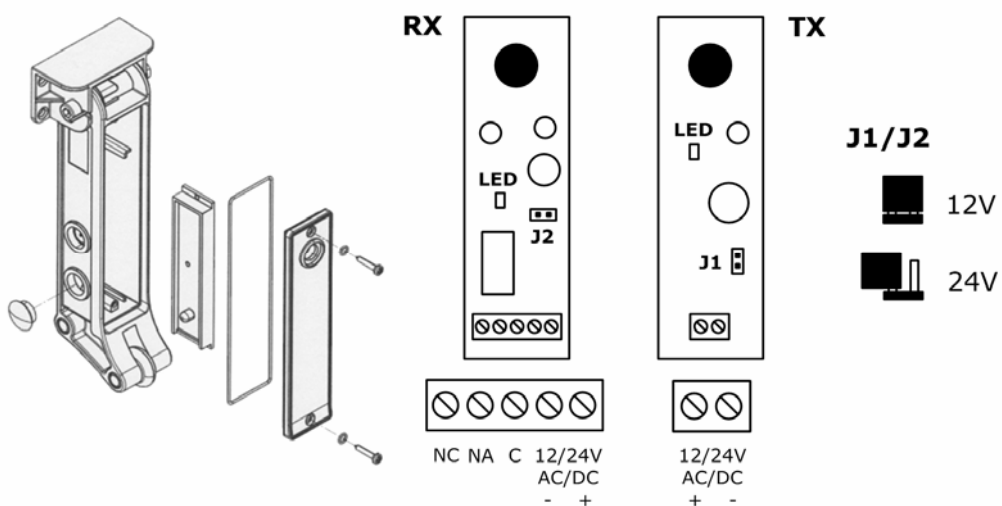

Рисунок 5 – Подключение NO TOUCH 1
- Выполните электрические подключения (Рисунок 5 – 7).
Для электрического подключения NO TOUCH 1 из корпуса аккуратно вынимается электронный модуль передатчика и приемника (Рисунок 5). После подключения выполняется герметичная сборка.